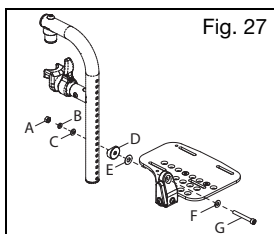

Fig. 27
- a. Retire el conjunto de la bandeja apoyapiés de la barra quitando el tornillo (Fig. 27:G), la arandela (Fig. 27:F), la arandela (Fig. 27:E), el espaciador de sillín (Fig. 27:D), la arandela (Fig. 27:C), la arandela (Fig. 27:B) y la tuerca (Fig. 27:A) con una llave Allen de 5 mm y una llave de 10 mm.